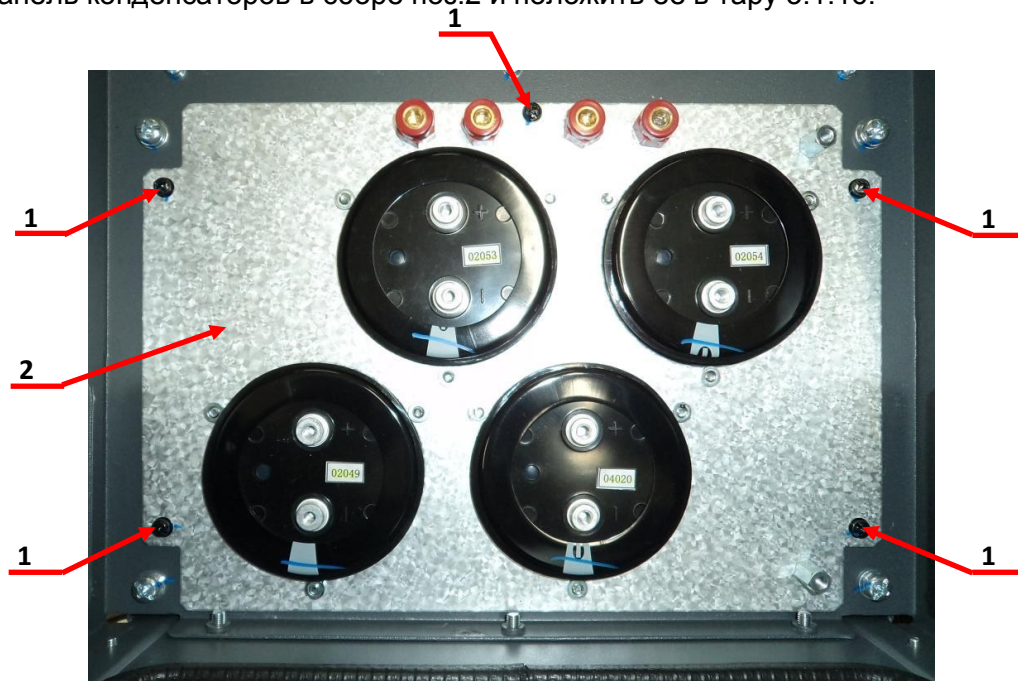

Рис.6.22
- 6.10.2. Окрутить 5 винтов поз.1 (рисунок 6.22) и положить их в тару 3.1.17.